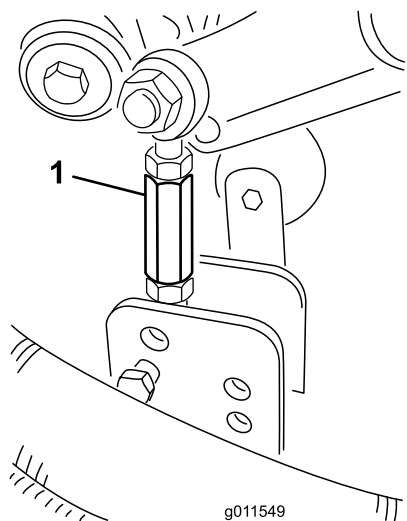

Figura 3
1. Retire o contrapino de gancho e pino de segurança que fixam o anel da altura de corte ao suporte da altura de corte na plataforma (Figura 3).